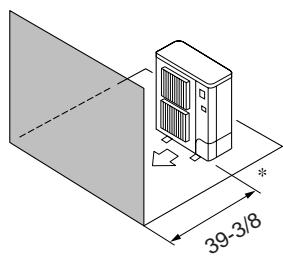

Fig. 2-5
④ Obstáculos sólo en la parte delantera (Fig. 2-5)